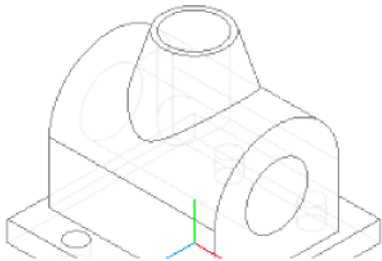

Рис. 7.30
10. Полученный эскиз используем для создания отверстия при помощи операции  **Вырезать выдавливанием**. **Способ построения** - **До поверхности**. А в качестве поверхности-границы указываем созданное на предыдущем этапе сквозное отверстие (рис. 7.30).